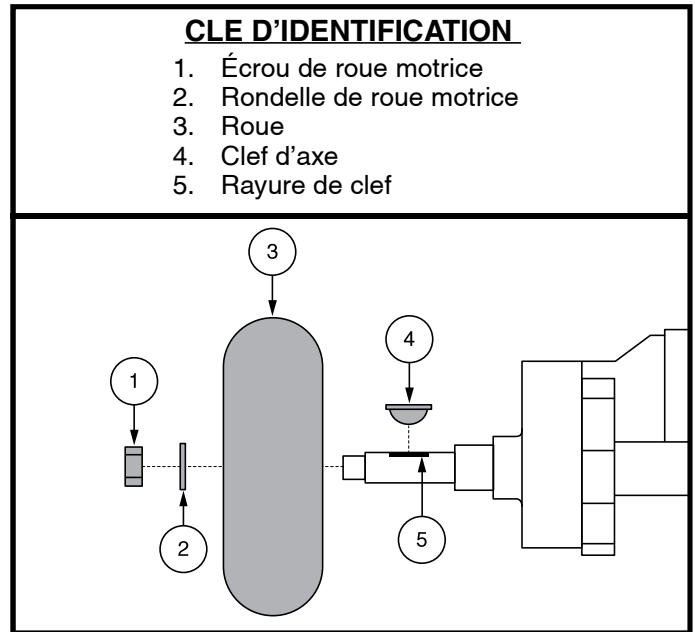

Figure 21. Enlèvement de la roue motrice à âme pleine
3. Enlever le l'écrou et la rondelle de roue motrice sur l'essieu. **Voir la figure 21.**